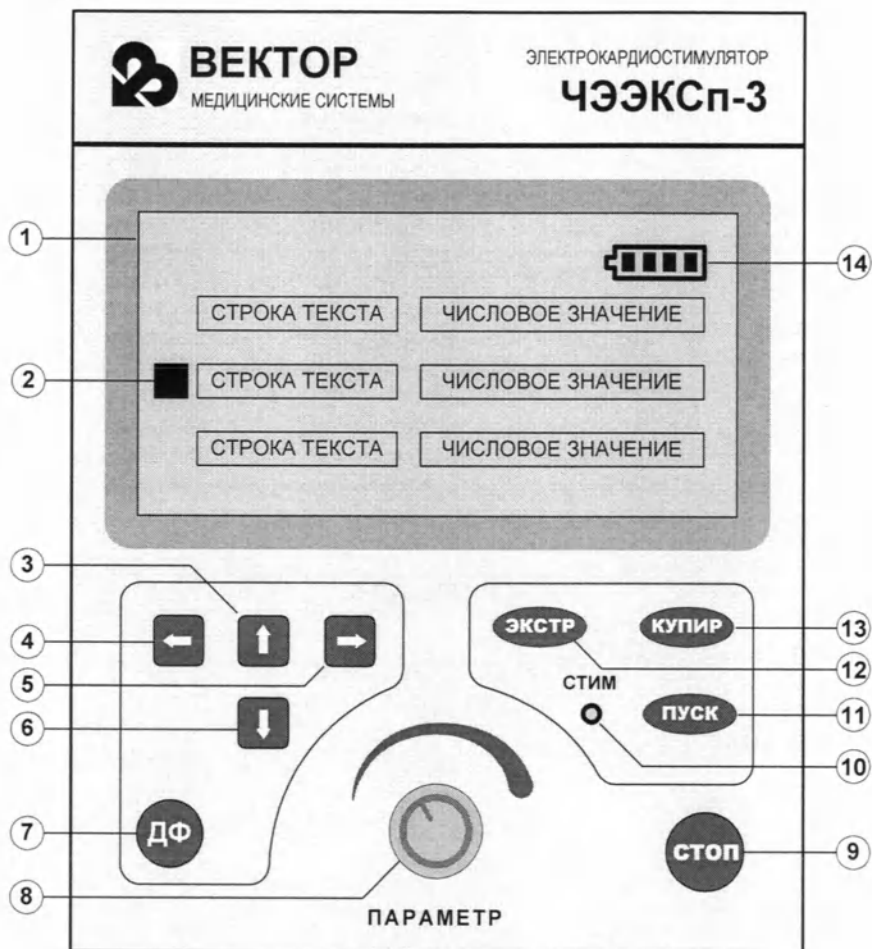

Рис.5.1 Лицевая панель аппарата.
5.1 Лицевая (верхняя) панель аппарата изображена на Рис. 5.1.